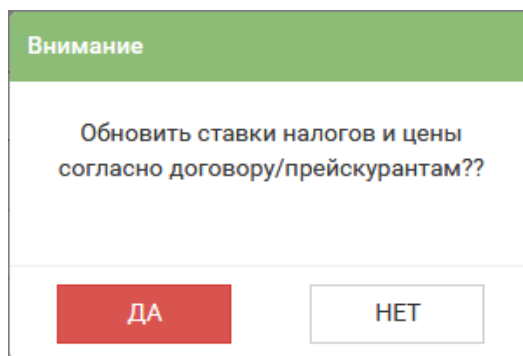

Рис. 76
**Внимание!** Если в приходной и расходной накладных выбирать подразделение после добавления товара в накладную (см. п.п. 5.2.4), появится сообщение (см. Рис. 76). При выборе кнопки «Да» значения цен и ставок налогов в накладной на закладке *Товары* будут выставлены в соответствии со значениями прейскуранта на указанную дату. При выборе кнопки «Нет» значения цен и ставок налогов в накладной не изменятся.